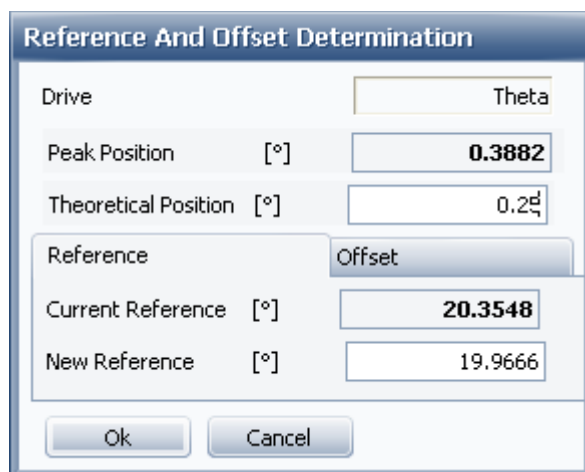

图 6-11
- (8) 将2theta放在 0.5° ，做rocking scan，将范围设置为 0° 到 0.5° ，步长为 0.005 。测量完后打开commander目录下的reference and offset determination（选择Offset），观察扫描谱峰最强的位置，点击offset，将Theoretical Position改为 0.25° （图 6-11），再点击OK。